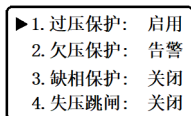
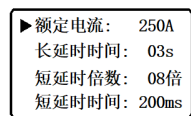

图 3-11
图3-13
3.4.1 功能设置：按【菜单】键打开菜单列表，选择“功能设置”选项，再按【菜单】键打开功能设置列表，如图3-11所示。通过【移
3.4.2 参数设置：在主菜单列表选定“参数设置”选项，按【菜单】键，密码验证界面，如图3-11所示，正确输入面后（默认密码为:0000），按【菜单】键打开参数设置列表，如图3-13所示；如上所述，通过【菜单】、【移位】、【递增】键组合进行参数修改。若放弃修改参数，按【返回】键返回菜单界面即可。